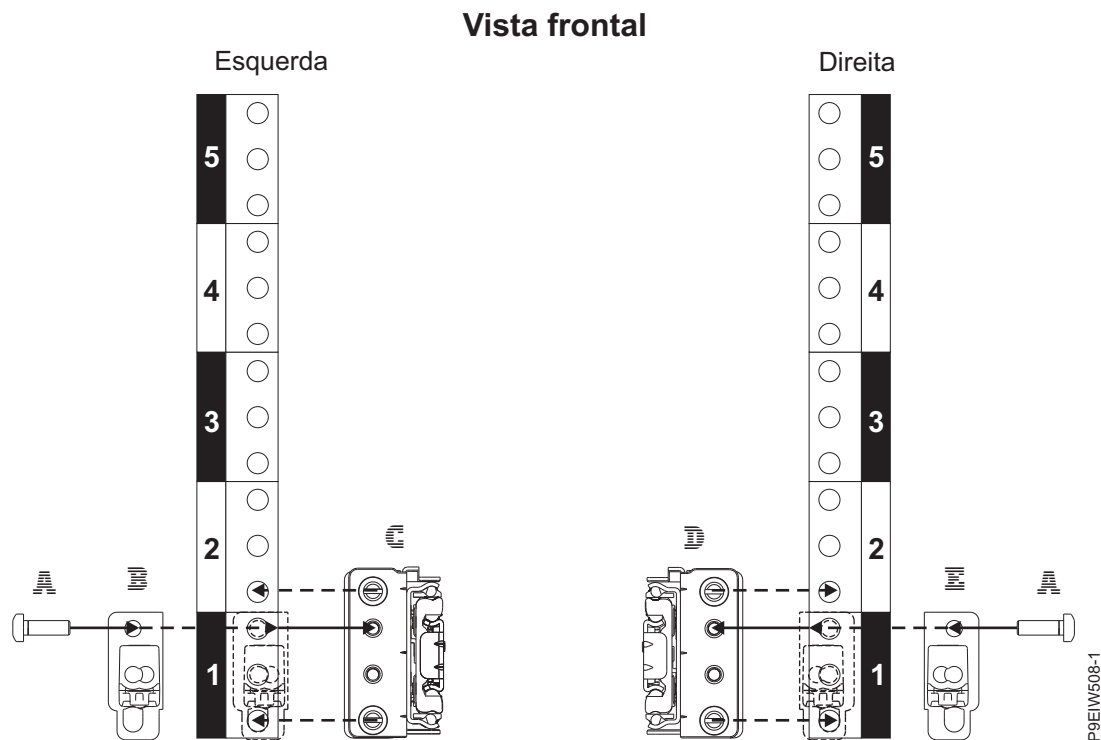

Figura 3. Conectando os trilhos deslizantes na frente do rack
2. Na frente do rack, posicione o trilho deslizante esquerdo (C) entre os padrões de montagem frontal e traseiro do lado esquerdo do rack EIA, conforme mostrado em Figura 3 na página 5.
5. Posicione o slam-latch bracket (**B**) para cobrir o espaço do EIA frontal do trilho deslizante, conforme mostrado em Figura 3.
6. Use a ferramenta sextavada T25 para conectar o suporte de trava de fechamento ao flange do trilho frontal com um parafuso de cabeça panela do soquete Torx M5 X 16 mm (**A**). Coloque o parafuso no furo superior da unidade de rack EIA como mostrado na Figura 3.
7. Repita as etapas de 1 na página 4 a 6 para o trilho deslizante direito (**D**), conforme mostrado em Figura 3. O trilho deslizante direito é registrado com um identificador R no local frontal interno.